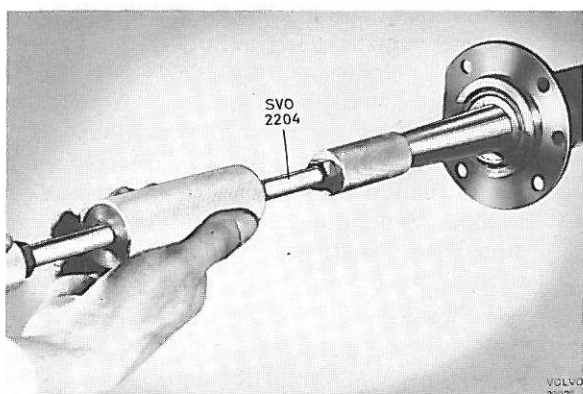

Figure 12. Démontage d'un arbre de roue
2. Retirer l'arbre de roue, figure 12. Se servir de l'extracteur SVO 2204.
2. Retirer l'arbre de roue, figure 12. Se servir de l'extracteur SVO 2204. Vérifier et, si nécessaire, remplacer la bague d'étanchéité.